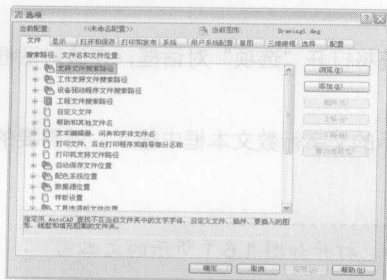

图 1.4.1
Step1: 启动 AutoCAD 后,执行“工具→选项”工具,打开“选项”对话框,在该对话框中单击显示选项卡,打开如图 1.4.1 所示的图形。